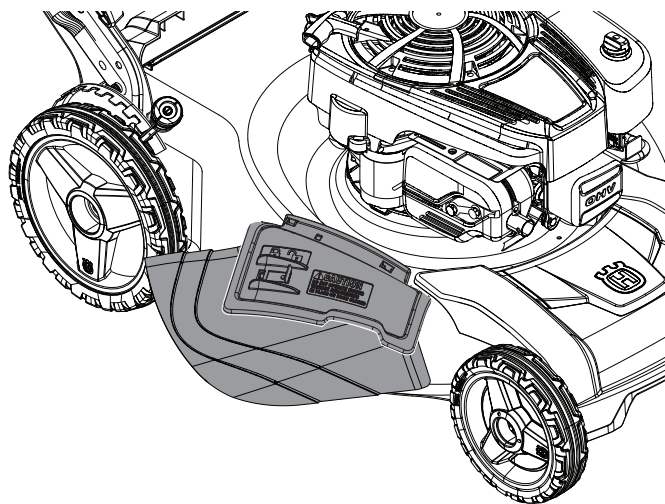

Figure 14
3. La tondeuse est maintenant prête pour le déchargement (Figure 14).